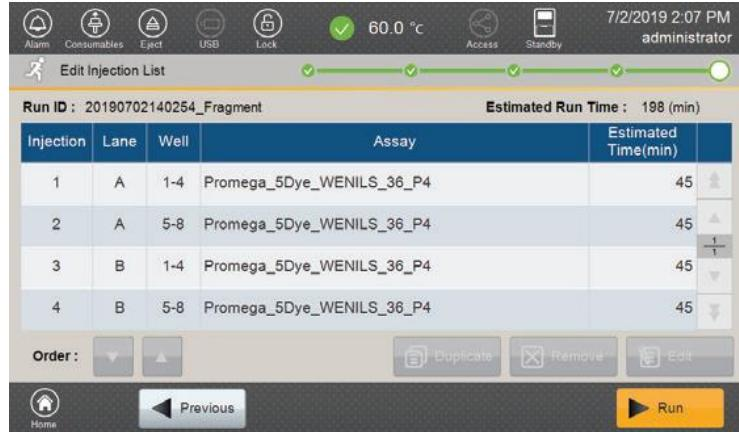

図 94 Edit Injection List 画面
4. オートサンプラーがホームポジションに戻ると、Edit Injection List 画面（図 94）が表示されます。Injection list を編集する場合は、セクション 5.6 を参照してください。
Edit Injection List 画面（図 94）では、ラン開始前にリンクされたストリップに割り当てられたランアッセイを変更できます。また、この画面からインジェクションの削除、複製、並び替えもできます。デフォルトでは、インジェクションリストには予定されているすべてのインジェクションがレーンとウェルの位置の順に表示されます。画面右側の矢印で特定の injection を探すことができます。
1. リスト（図 94）で適切なインジェクションを選択し、**Edit** を選んで **Select Assay** ウィンドウを開きます。
- リスト（図 94）から削除したい injection を選択し、**Remove** を選びます。
リスト（図 94）から該当するインジェクションを選択し、**Duplicate** を選択します。複製されたインジェクションはインジェクションリスト一番下に追加されます。
- リストで適切なインジェクションを選択し、Edit Injection List 画面（図 94）の左下にある ボタンで順番を変更します。
Injection List タブ（図 98）では、セットアップ手順（セクション 5.5）の Edit Injection List 画面（図 94）と同じ情報が表示され、さらにステータス情報と Progress タブと同じフッターボタンが追加されます。